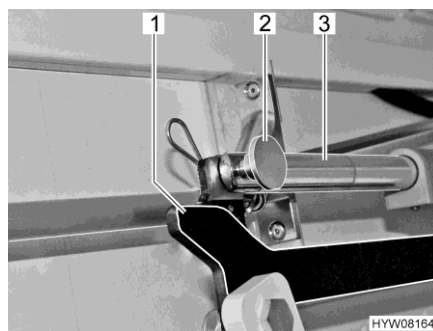

Fig. 103 Entraînement (lit escamotable)
- Retirer la jonction (goupille de sécurité et boulon) (Fig. 103,2) entre la tige de poussée (Fig. 103,3) et le levier (Fig. 103,1).
- Passer les mains par le bas entre la paroi et la tringlerie du lit escamotable et retirer la jonction (goupille de sécurité et boulon) (Fig. 103,2) entre la tige de poussée (Fig. 103,3) et le levier (Fig. 103,1).